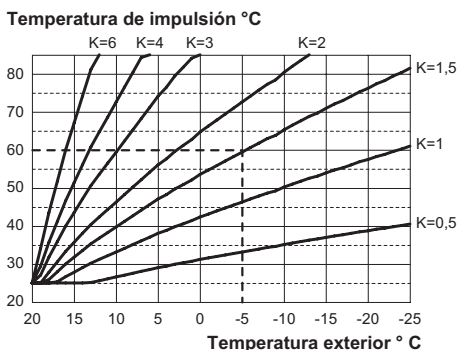

Figura 5.26
Si la caldera **TIENE CONECTADO** el control remoto (opcional), consulte la Figura 5.26.
Cuando se instala la sonda externa, es necesario ajustar este parámetro en función del rendimiento de la instalación de calefacción para optimizar la temperatura de impulsión (Figura 5.26).
Ej.: para obtener una temperatura de impulsión a la instalación de calefacción de 60 °C con una temperatura exterior de -5 °C, se debe definir un K de 1,5 (línea discontinua en la Figura 5.26).
- Utilizando los botones 10 o 11 se puede modificar el valor del parámetro 15 desde un mínimo de **01** hasta un máximo de **60** en función de la curva elegida para el coeficiente K en la Figura 5.26 (el valor que aparece en el display equivale a valores decimales de coeficientes K).